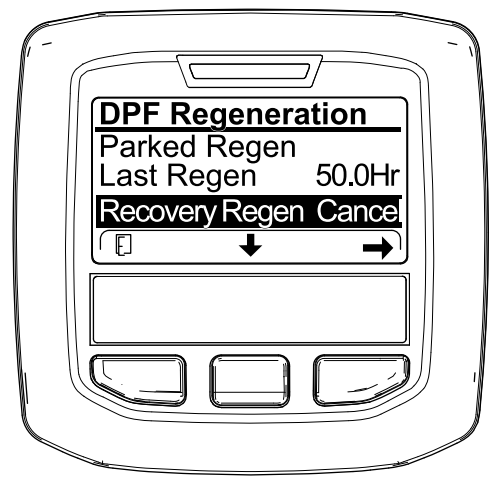
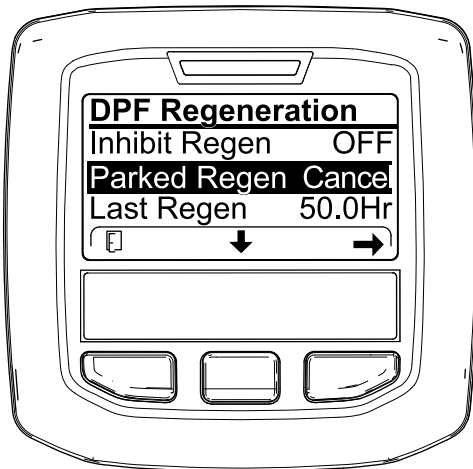

Figure 64
Figure 63
3. Appuyez sur le bouton droit pour sélectionner l'option Regen Cancel (Figure 63 ou Figure 64).
1. Ouvrez le menu Régénération du FAP (Figure 63).
2. Appuyez sur le bouton central pour naviguer jusqu'à l'option PARKED REGEN CANCEL (Figure 63) ou RECOVERY REGEN CANCEL (Figure 64).